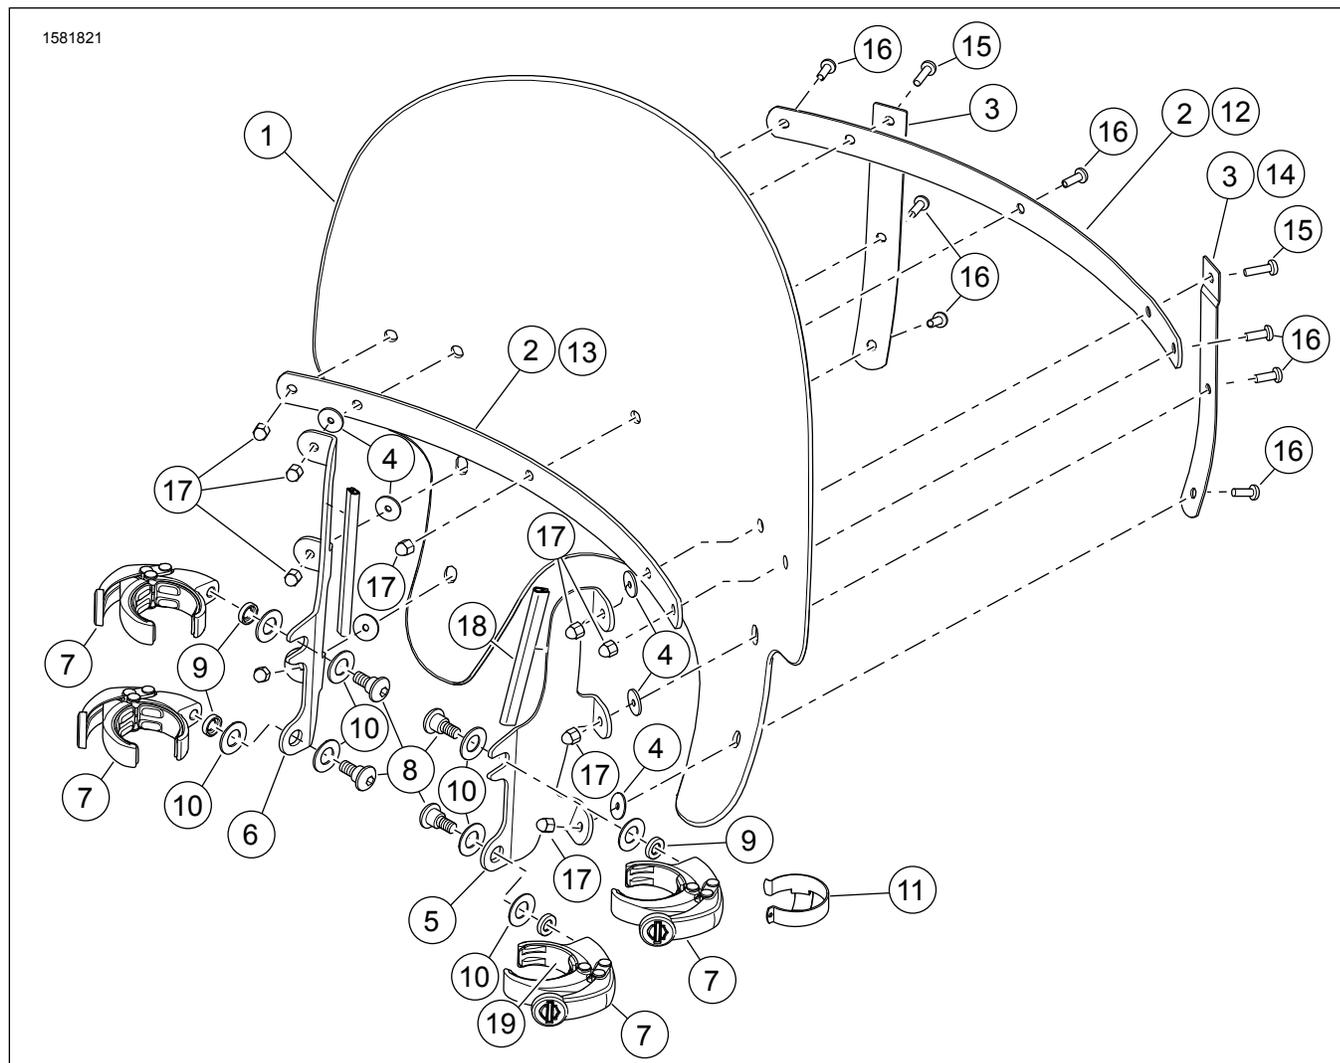

Figure 2. Pièces de rechange : Pare-brise à déblocage rapide XL
Voir Figure 2 et Tableau 1 .
- Voir Figure 2 . Encliqueter l'attache de câble de commande des gaz (11) autour du tube de fourche du côté droit et acheminer les câbles de commande des gaz dans l'ouverture du guide.